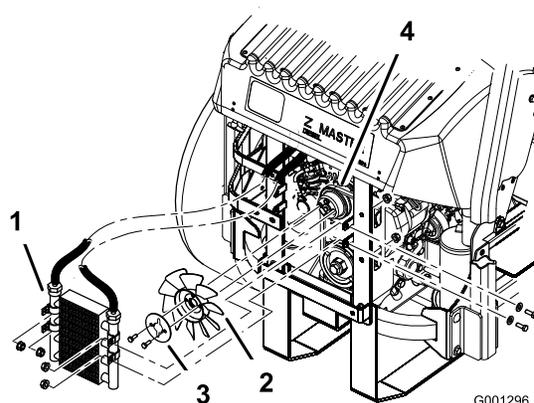

Figura 71
5. Togliete i quattro bulloni che fissano il radiatore dell'olio, e mettete il radiatore dell'olio da un lato (Figura 71).
6. Togliete i due bulloni che fissano la ventola e la relativa piastra alla macchina (Figura 71).
10. Montate la ventola e la relativa piastra con i due bulloni tolti in precedenza (Figura 71).
11. Montate il radiatore dell'olio con i quattro bulloni tolti in precedenza (Figura 71).